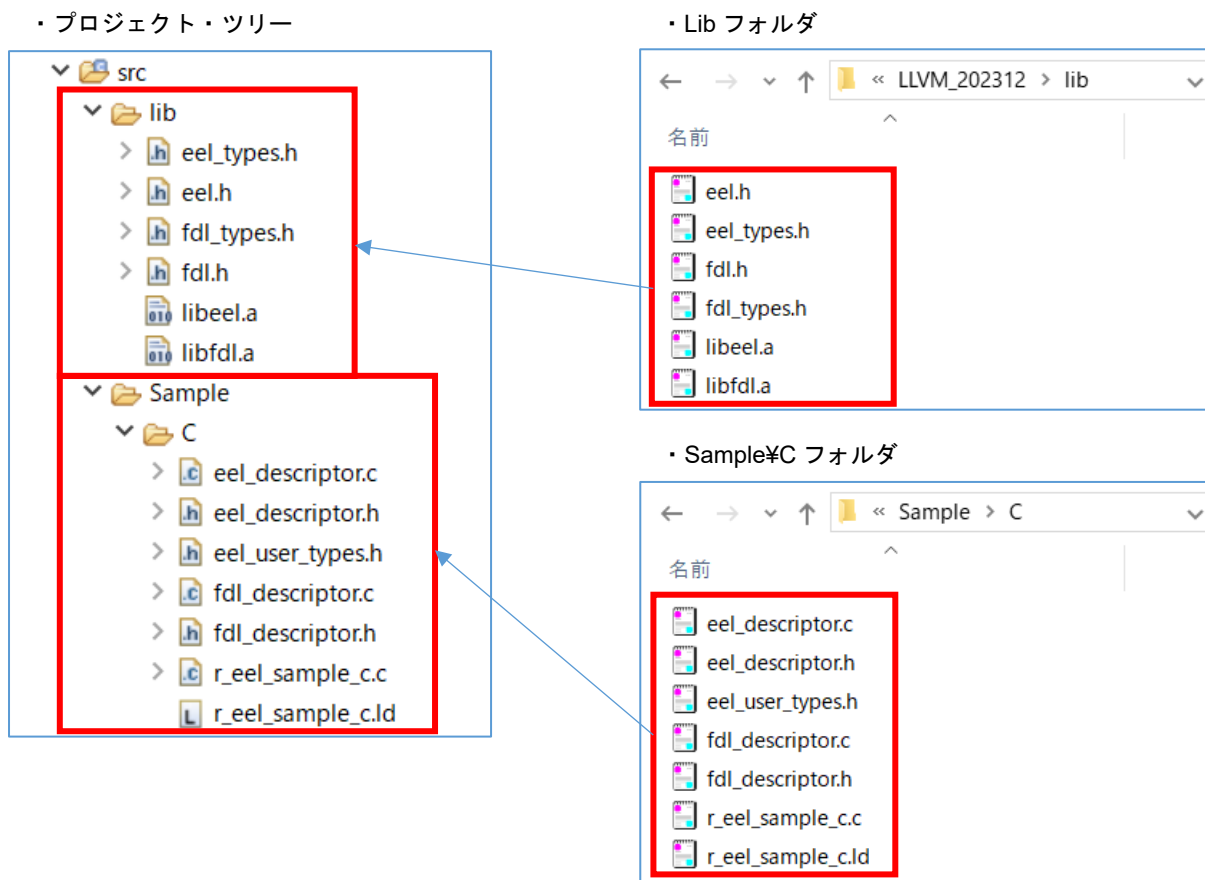

図 6-15 ソース、インクルードファイルの登録(LLVM)
- LLVM では、e2 studio が出力する"src"フォルダに"eel.h", "eel\_types.h", "libeel.a", "fdl.h", "fdl\_types.h", "libfdl.a"を登録します。また、ディスクリプタファイル"eel\_descriptor.c", "eel\_descriptor.h", "eel\_user\_types.h", "fdl\_descriptor.c", "fdl\_descriptor.h"とサンプルプログラムファイル"r\_eel\_sample\_c.c", "r\_eel\_sample\_c.ld"を登録してください。(図 6-15)